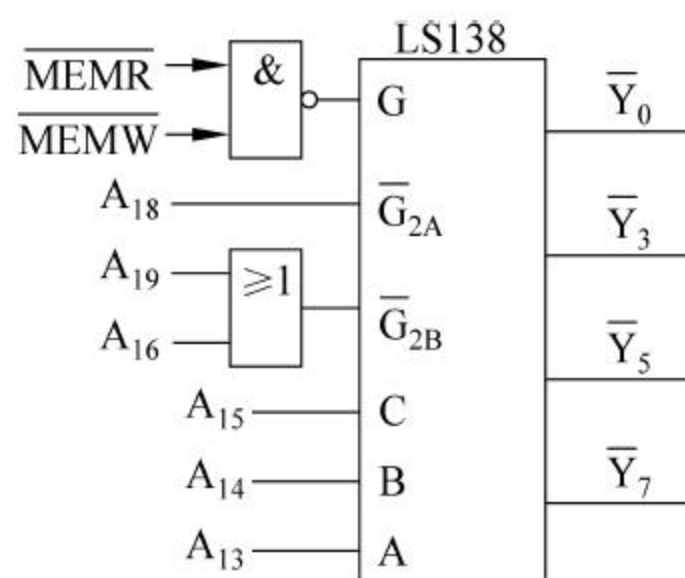

图 5-3 题 5.12 译码器连接图
5.12 74LS138 译码器的接线如图 5-3 所示，试判断其输出端 Y_0 、 Y_3 、 Y_5 和 Y_7 所决定的内存地址范围。